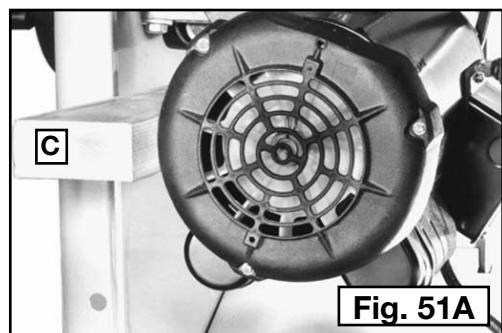

Fig. 51A
3. Mettre le bloc de bois (C) Fig. 51A entre le moteur et l'intérieur du porte-scie . Baisser le moteur contre le bloc de bois pour relâcher la tension de la courroie.
5. Serrer le boulon (A). Remettre le boulon et le serrer (B).